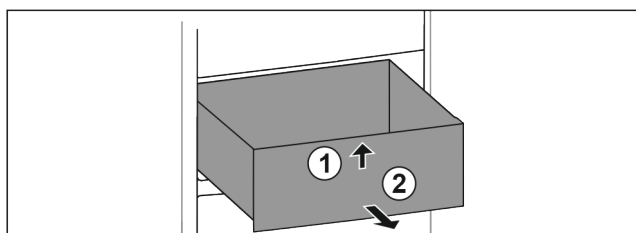

Fig. 89
- ▶ Unieść szufladę z przodu. Fig. 89 (1)
- ▶ Wyjąć szufladę do przodu. Fig. 89 (2)